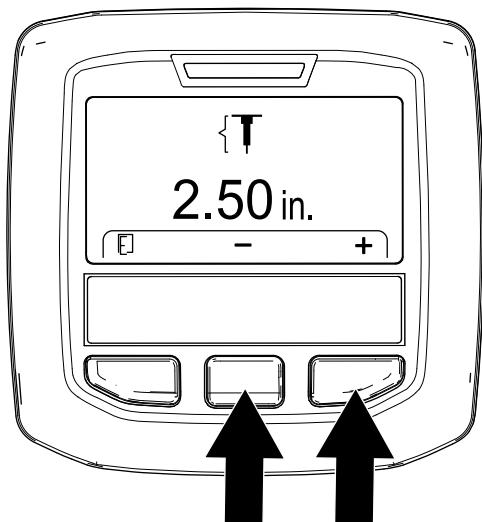

Figure 53
- Réglez la profondeur des louchets (Figure 53) comme suit :